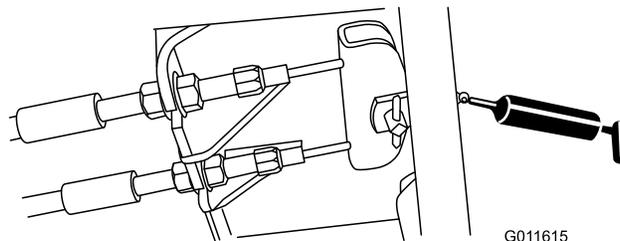

Figura 59
- Pedale del freno (1) (Figura 59)